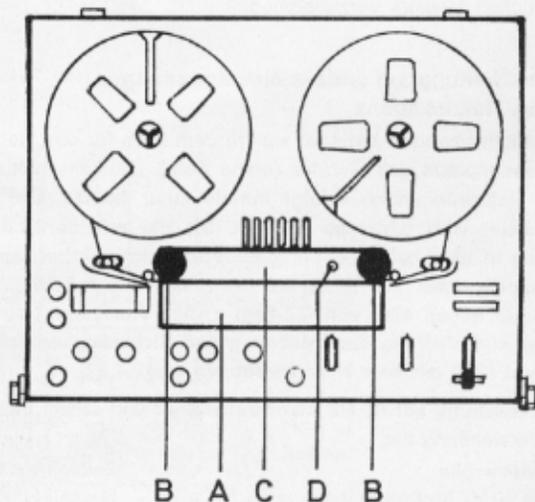

Abb. 7
9.4 Auswechseln des Tonkopfrägers Z 345 bzw. Z 346 (Abb. 7)
9.5 Wiedergabekopfeinsteller (Abb. 7)